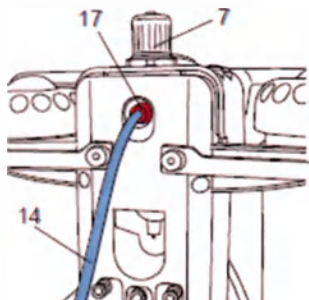

Рис. 40
3. Подсоединение сжатого воздуха (рис.40)
- Шланг для сжатого воздуха (14) вставить до упора в гнездо (17). При этом будет ощущаться легкое сопротивление.
- Проверить, находится ли давление подключения в необходимых пределах. Индикация производится на манометре (25).